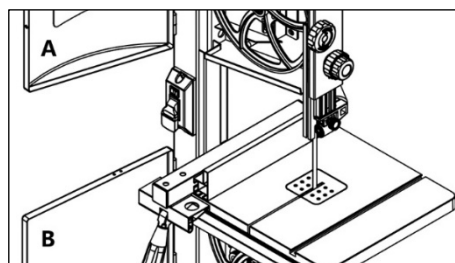

Рисунок 10.
- Откройте верхнюю А и нижнюю В крышки (рис. 10).
- Откройте нижнюю крышку B (рис. 10).
- Закройте нижнюю крышку B (рис. 10).